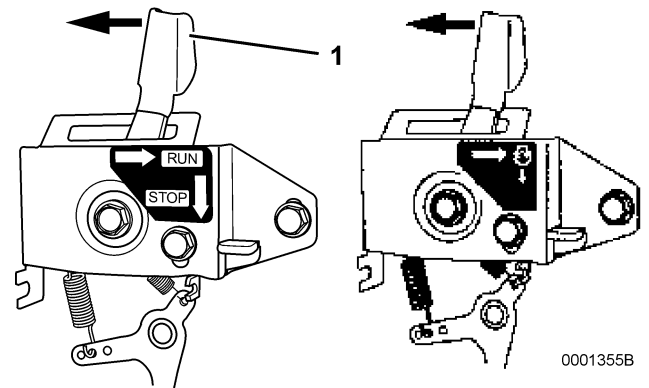
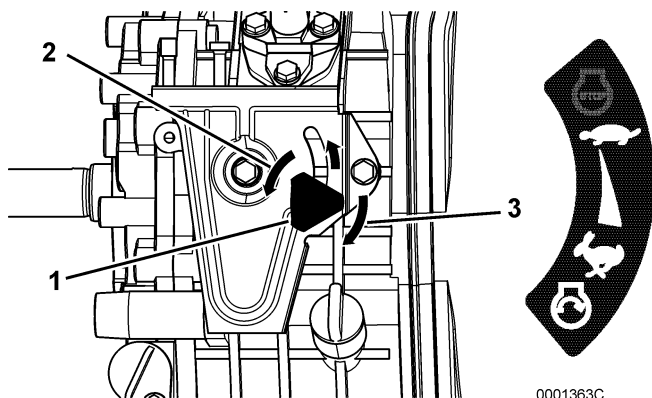

Рисунок 17
Рисунок 18
2. Если используемый регулятор оборотов двигателя аналогичен регулятору, изображенному на **Рисунке 17**, перевести рычаг регулятора оборотов двигателя (**позиция 1, Рисунок 17**) в указанном направлении для регулировки оборотов двигателя.
- 1- Переключить рукоятку регулятора оборотов двигателя (**позиция 1, Рисунок 17**) влево (**позиция 2, Рисунок 18**).
- 3- Переключить рукоятку регулятора оборотов двигателя вправо (**позиция 3, Рисунок 18**) для ее затяжки.